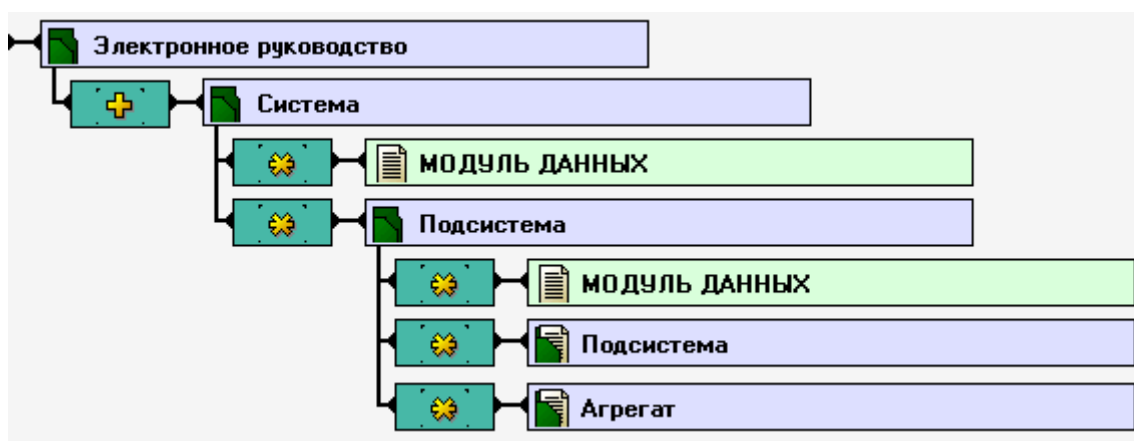

Рис. 2.46
Элемент **Подсистема** шаблона состоит из следующих элементов (Рис. 2.46):
**Индикатор**  у элементов, входящих в элемент **Подсистема**, показывает, что **Подсистема** будущего проекта может не иметь совсем или иметь любое количество **Модулей данных**, **Подсистем** и **Агрегатов** (Рис. 2.46).